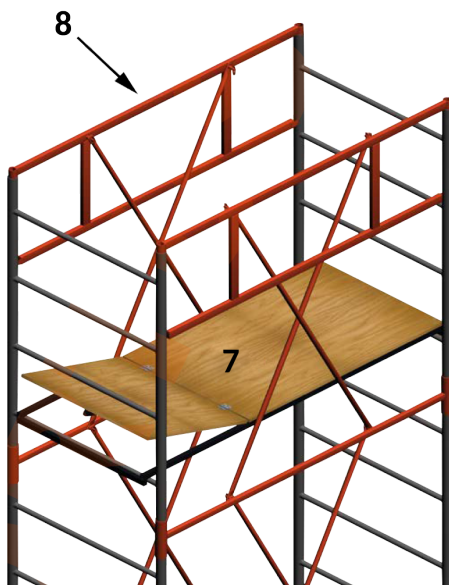

рис. 2
- 4.10. Установить настил (7) на нижние перекладины лестниц последней секции (рис. 2).